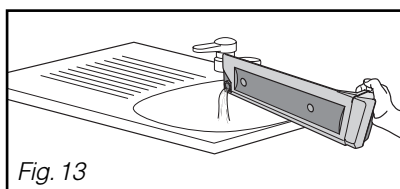

Fig. 13
**Le bac de récupération doit être vidé après chaque cycle de séchage (Fig.13).**
– Videz le bac (Fig. 13).